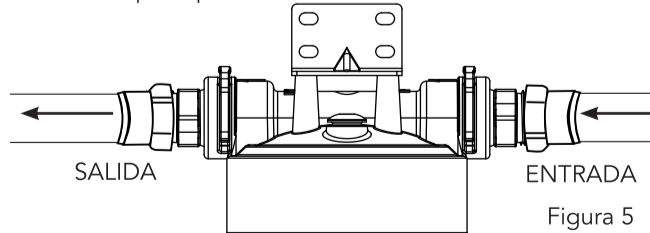

Figura 5
10. Ponga la válvula de la cabeza del filtro en la modalidad Filtro "FILTER" (ver Figura 5) y abra despacio el suministro principal de agua y verifique la presencia de fugas. Deje que corra el agua de la llave durante 5 minutos para expulsar el aire.